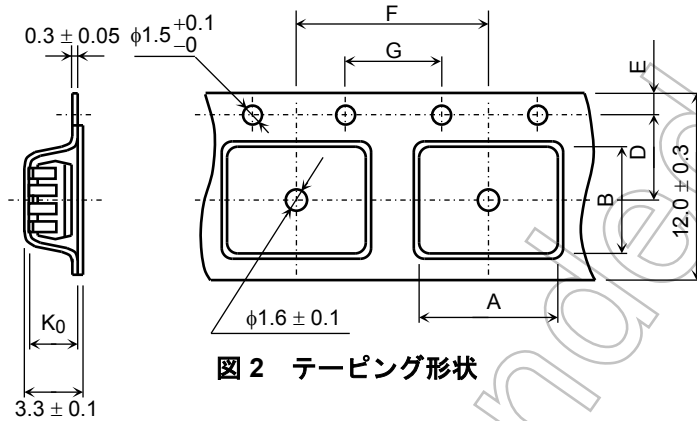

図 2 テーピング形状
- (1) テープ材質: プラスチック (静電防止仕様)
- (2) 寸法: 図 2 および表 2 に示します。